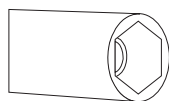

Figura 1
2. Para la sustitución del inyector utilice un destornillador con la punta que se muestra en la figura 1.